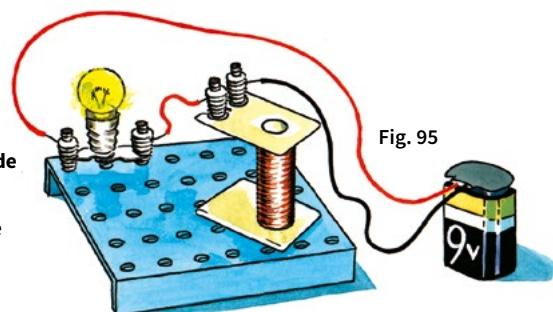

Fig. 95
1. Mit einer Glühbirne, einer Spule und einer Batterie einen geschlossenen Stromkreis herstelle (wie in Bild 95 gezeigt). Die Glühbirne leuchtet ganz schwach. Es liegt auf der Hand, daß durch den langen dünnen Draht der Spule weniger Strom fließt als durch den dickeren und kürzeren Verbindungsdräht. Wird die Spule aus dem Stromkreis genommen, leuchtet die Glühbirne wieder ganz stark. Der Leiter setzt dem Strom Widerstand entgegen. Den gleichen Versuch kann man nun mit der Spule des Galvanoskops und des Rotors durchführen.